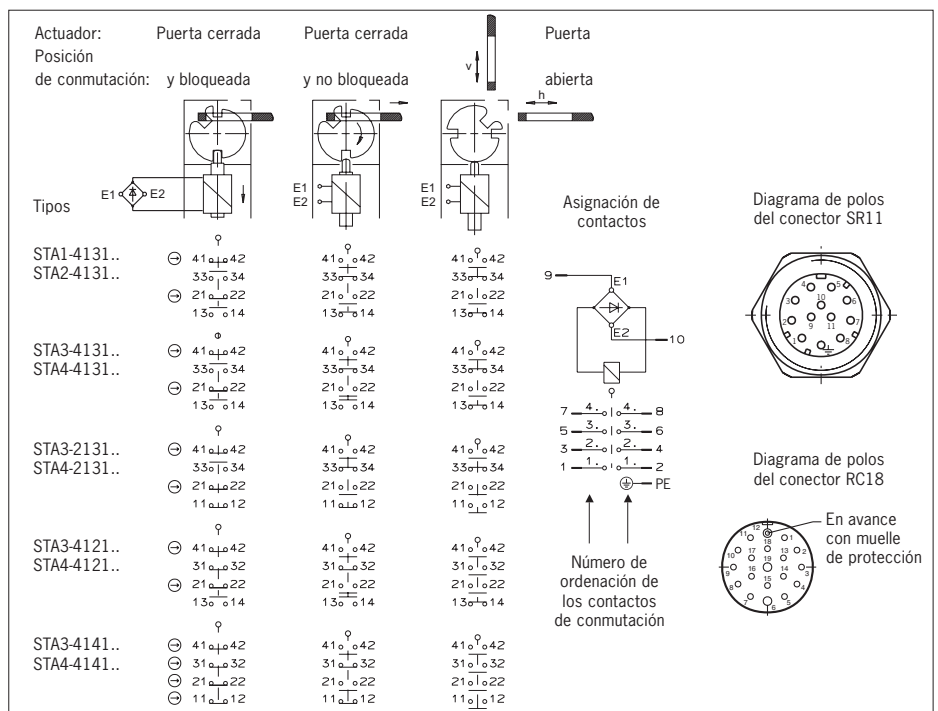

Figura 2: elementos interruptores y funciones de conmutación
Consulte la función de conmutación en la figura 2, columna 2 *Puerta cerrada y no bloqueada*.
Al extraer el actuador, el contacto auxiliar de estado de puerta cambia de estado e indica que el resguardo de seguridad está abierto (véase la figura 2, columna 3 *Puerta abierta*).
- ▶ Consulte la asignación de contactos en la figura 2.